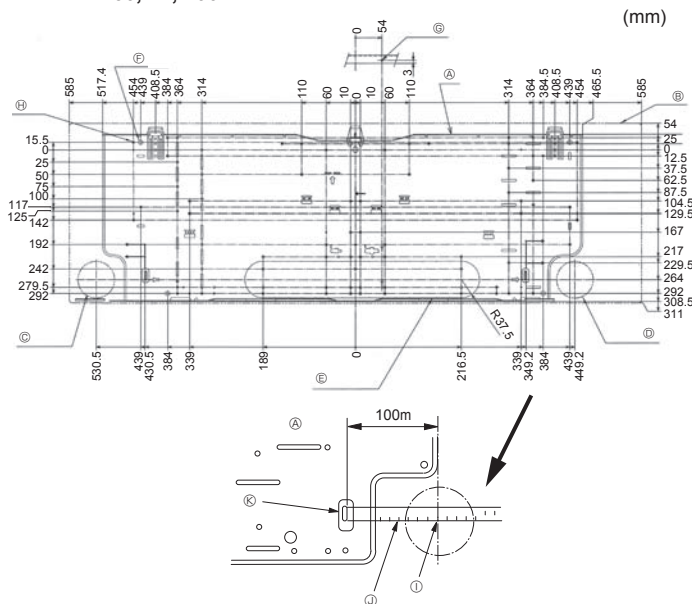

Рис. 3-2
①	Монтажная плата	1	Установить на заднюю часть блока
②	Винт-саморез 4 × 25	7
③	Изолянта	2
④	L-образная соединительная трубка	1
⑤	Штуцер для зарядки	1
⑥	Беспроводной пульт дистанционного управления	1
⑦	Держатель ПДУ	1
⑧	Алкалиновые элементы питания (тип ААА)	2
⑨	Винт-саморез 3,5 × 16	2
⑩	Проставка	1	Используйте упаковочный материал
3.2. Установка настенного крепления (Рис. 3-2)